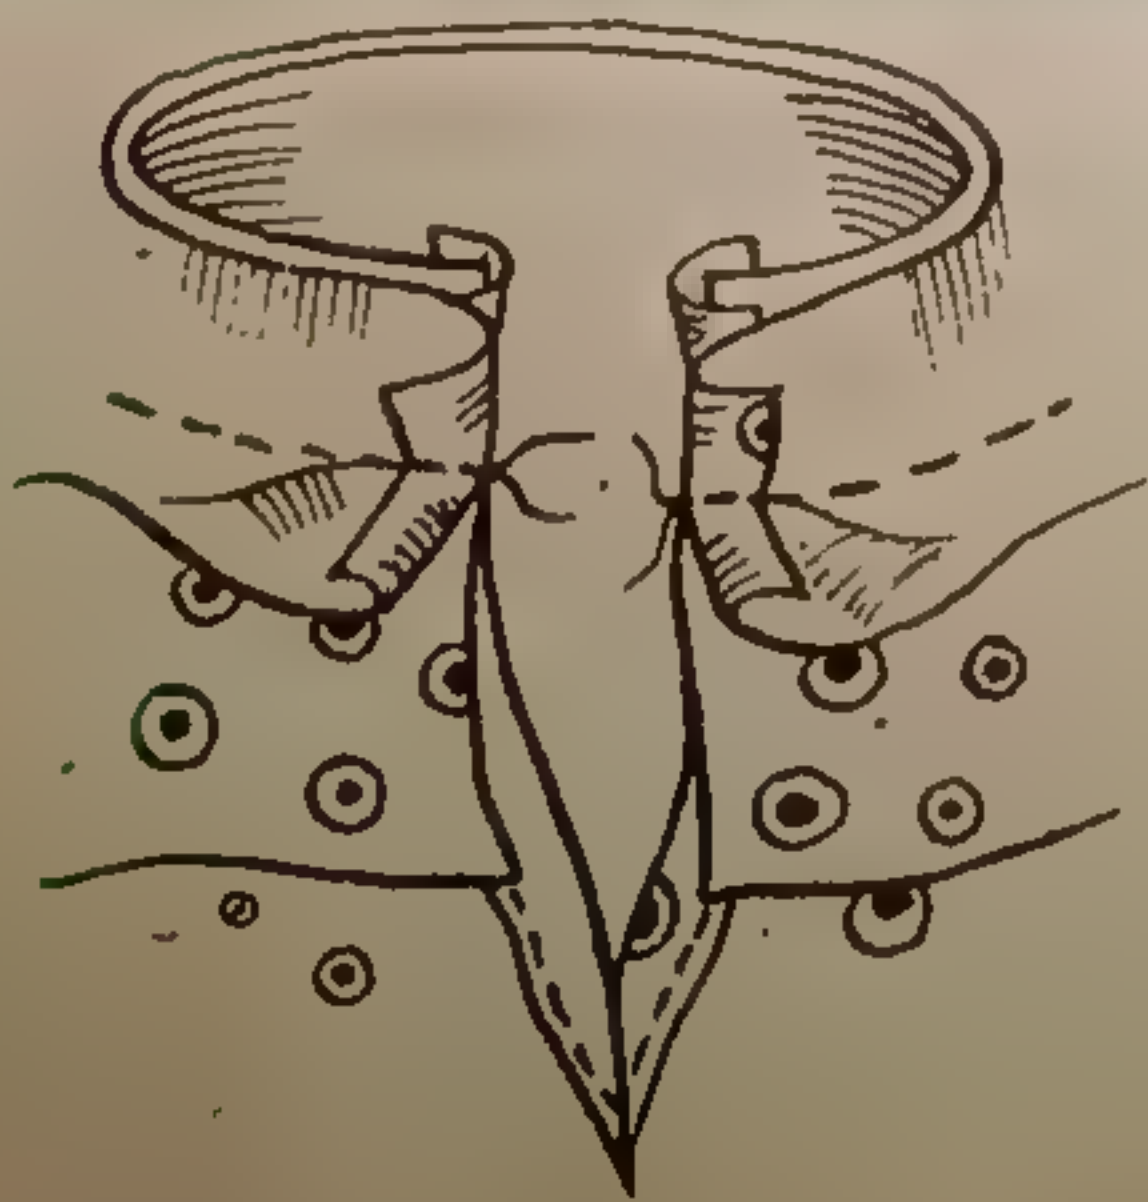

рис. 71.
- приметайте верхнюю часть цельнокроеной манжеты лицом к рукаву лицевыми сторонами внутрь и притачайте (рис. 71), припуски шва заутюжьте на манжету;